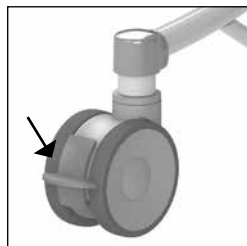

Figure 2 Roue pivotante.
- La chaise Elexo XXL peut être freinée en enfonçant du pied la languette grise de la roue (Cf. figure 2).